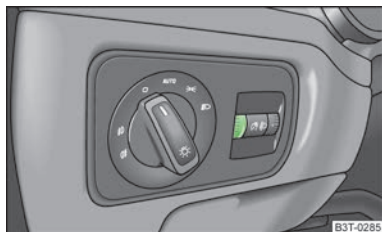

Fig. 33
- Girar el regulador giratorio » fig. 33 a la intensidad deseada de la iluminación de instrumentos.